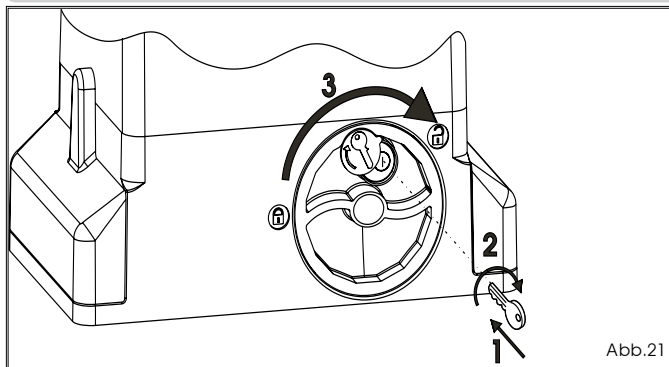

Abb.21
- 1) Den entsprechenden mitgelieferten Schlüssel einstecken und im Uhrzeigersinn drehen, siehe Abb. 21, Bez. 1 und 2.
- 2) Das Entriegelungssystem im Uhrzeigersinn bis zum mechanischen Endanschlag drehen (Abb. 21, Bez. 3).